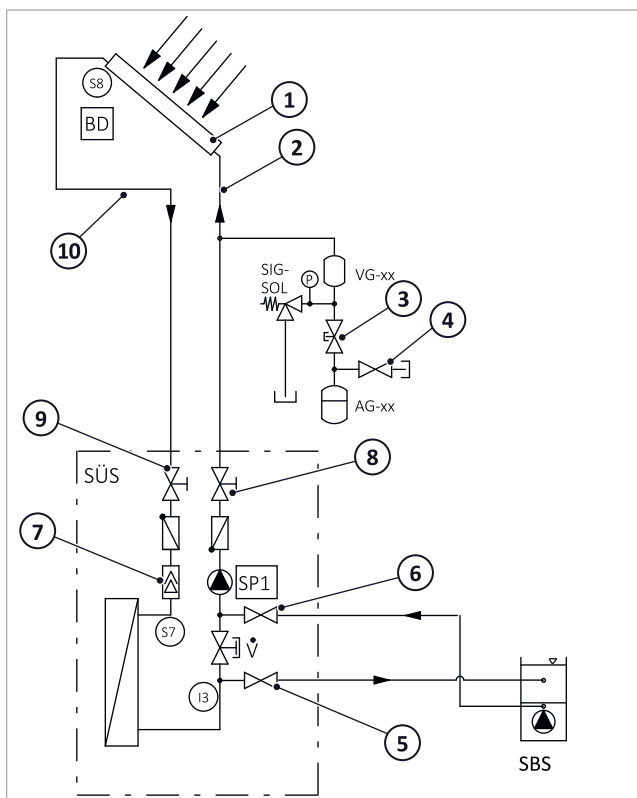

Fig. 105 : échangeur de chaleur solaire : rinçage du circuit de la pompe
- Après un nouveau remplissage du circuit solaire, du gaz se dégagera lors du fonctionnement et sera aspiré par le ventilateur aspirant de la station → Fig. 105, p. 54 (7). Ces dégagements de gaz diminueront après une certaine durée de fonctionnement. Au cours des premiers jours suivant la mise en service, purger le ventilateur aspirant et contrôler la pression de l'installation quotidiennement, puis espacer en fonction de la quantité d'air dégagée.